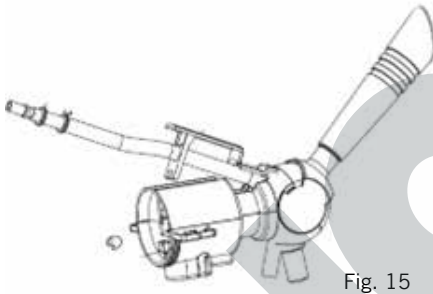

Fig. 15
6. Appuyez sur le bouton carré chromé situé sous le tuyau flexible de l'unité du robinet de tirage à l'intérieur de l'appareil. Vous pouvez ensuite relever le couvercle avec le tuyau flexible à bière (Fig. 15).